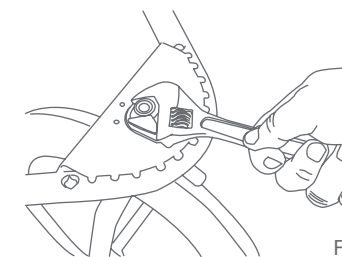

Fig. 24
24) • Retirez le repose-pieds afin d'accéder à l'écrou. Vous pouvez utiliser une clé à molette standard pour resserrer l'écrou (Fig. 24).